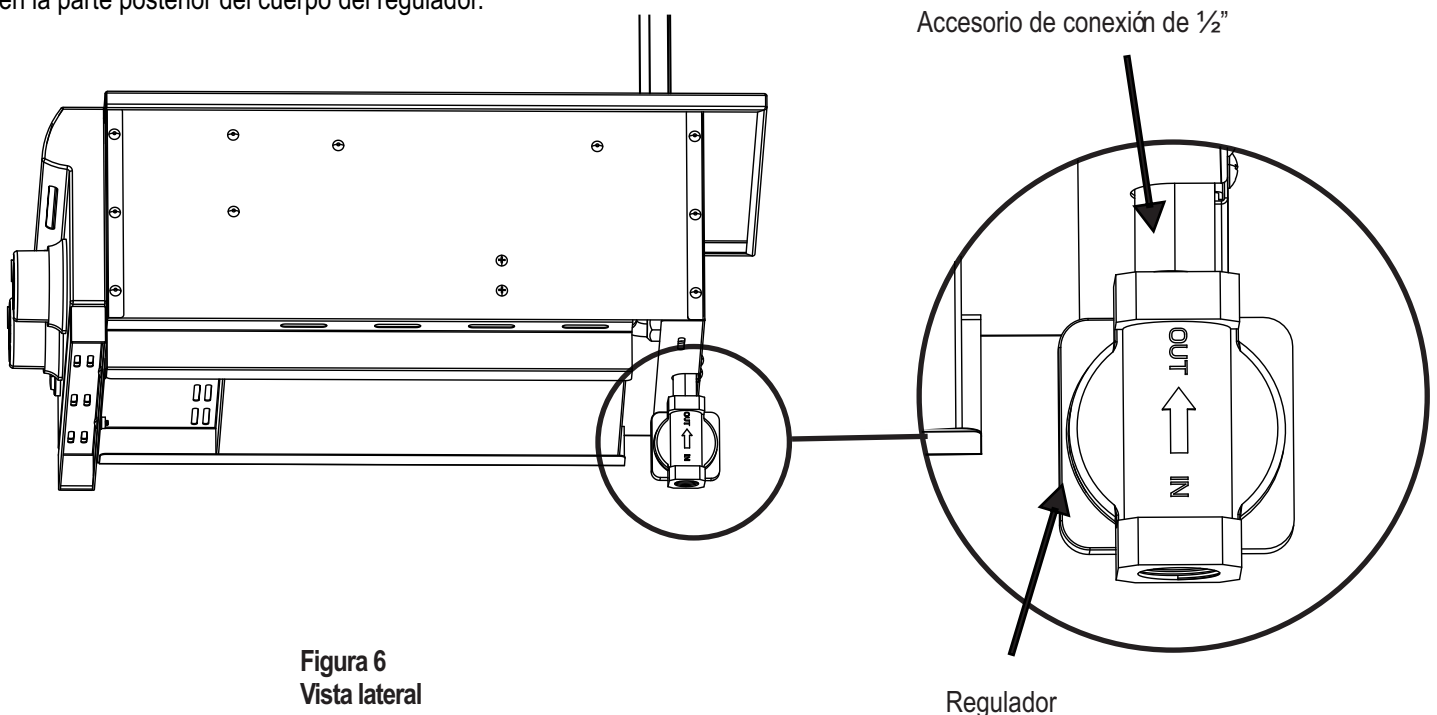

Figura 6
4. Conecte el regulador del aparato de gas natural (incluido) en el accesorio de conexión de $\frac{1}{2}$ ", teniendo cuidado de conectar el lado de salida hacia el accesorio de conexión (vea la Figura 6). Los lados de entrada (IN) y salida (OUT) del regulador están marcados en la parte posterior del cuerpo del regulador.